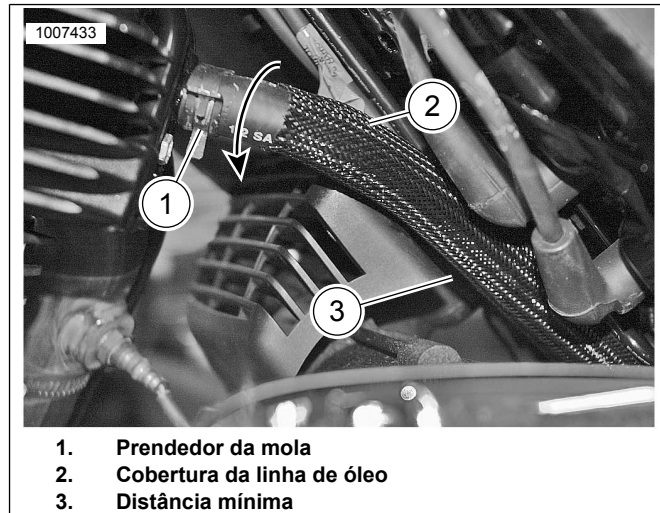

Figura 3. Cobertura da linha de óleo traseira
- a. Ver Figura 3. Se necessário, reposicionar o(s) fio(s) do bujão.
- b. Soltar o grampo superior da mola da mangueira da linha de óleo (1) e remover a mangueira superior da linha de óleo apenas do cabeçote.
- c. Remover o grampo da mola da mangueira da linha de óleo (1) da mangueira.
- d. Inserir a cobertura sobre a mangueira traseira da linha de óleo (2). Posicionar a cobertura 25,4 mm (1 in) do grampo da mola superior na mangueira da linha de óleo traseira.
- f. Com o grampo da mola solto, rodar a mangueira para uma distância máxima entre a caixa da ventoinha e a cobertura da mangueira da linha de óleo (3).